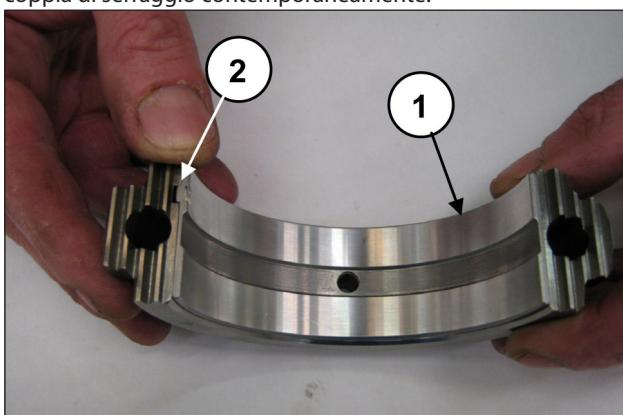

Fig. 69
Appicare i semicuscini inferiori ai cappelli (pos. ①, Fig. 69) assicurandosi che la linguetta di riferimento dei semicuscini venga posizionata nell'apposito alloggiamento sul cappello (pos. ②, Fig. 69).